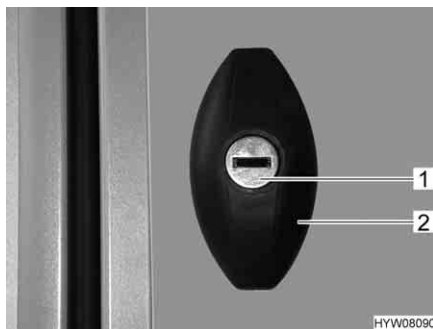

Fig. 34 Serratura dello sportello, ellittico, chiuso
- Inserire la chiave nel cilindro della serratura (Fig. 34,1) e ruotare in senso antiorario di un mezzo giro. La maniglia della serratura (Fig. 34,2) scatta all'infuori.